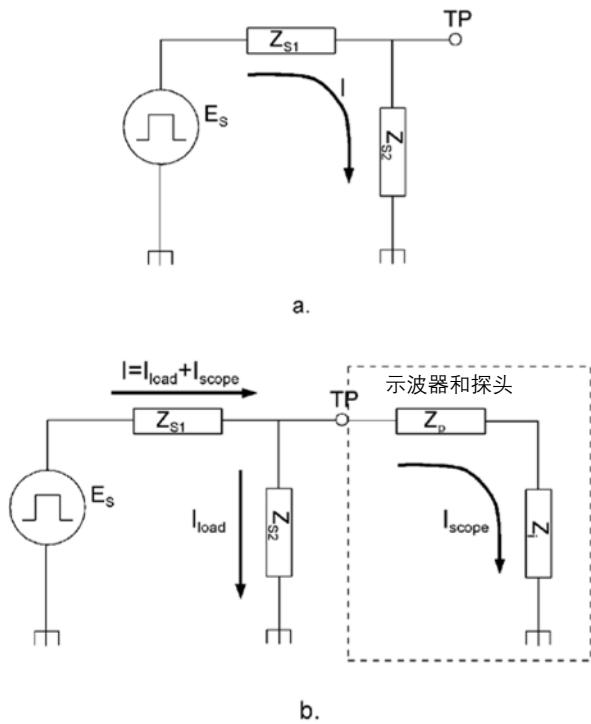
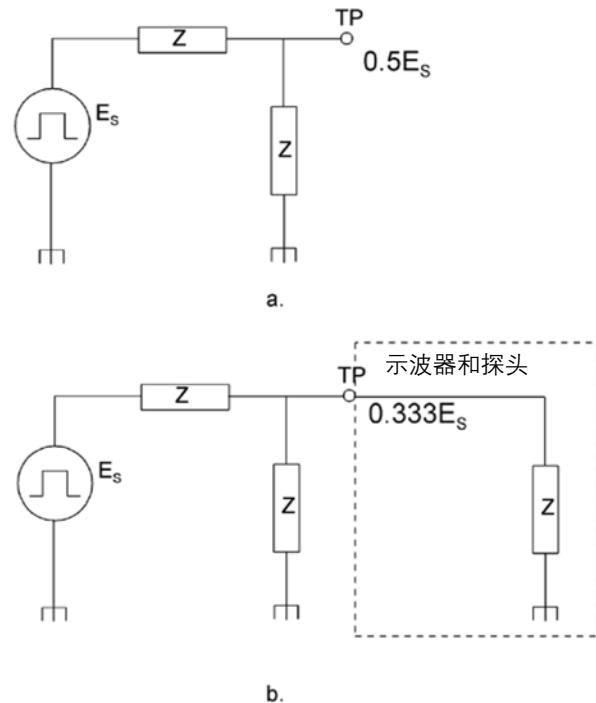

图 4.1. 在测试点 (TP) 上测量的信号可以通过信号源和相关的负载阻抗表示 (a)。探测测试点在信号源负荷上增加了探头和示波器阻抗，导致测量系统吸收部分电流 (b)。
图 4.2. 信号源阻抗越高，探测导致的负荷越大。在这种情况下，所有阻抗都相等，探测导致测试点上的信号幅度下降了 30% 以上。
为获得信号的示波器显示，必须把信号的某个部分转换成示波器的输入电路，如图 4.1 所示，其中测试点 (TP) 后面的电路使用信号源 E_s 和相关电路阻抗 Z_{s1} 和 Z_{s2} 表示，这是 E_s 上的正常负荷。在示波器连接到测试点上时，探头阻抗 Z_p 和示波器输入阻抗 Z_i 成为信号源上负荷的一部分。
但是，在更高的信号源阻抗时，情况发生明显变化。例如，考虑一下图 4.1 中的信号源阻抗具有相同的值，且该值等于探头阻抗和示波器阻抗总和，如图 4.2 所示。